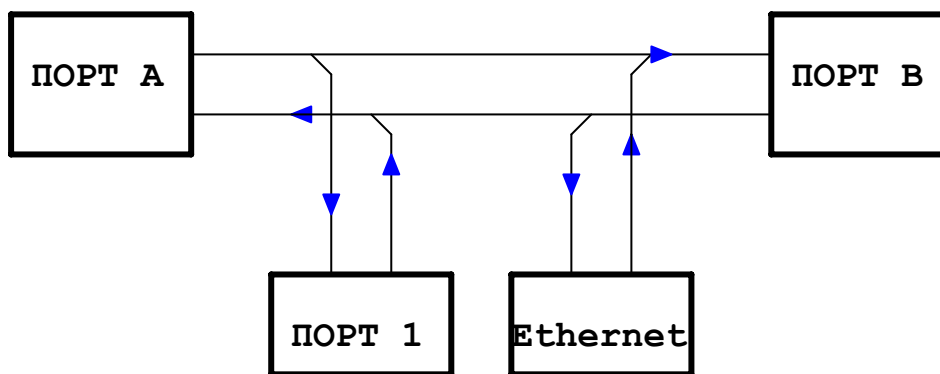

Рис. 22 Вариант схемы коммутации потоков
- в карте назначения порта А задействованы один адресат из 3-х. В этом случае пользователь может выбрать один из оставшихся адресатов и назначить для него карту распределения. Выбор определяется первым назначенным в карте адресом. Попытки использовать далее другие источники будут блокироваться программно! В мультиплексоре ГМ-2 возможна реализация схемы коммутации показанной на Рис. 22. В такой схеме задан кросс-коннект между портами А и В, часть потока Порта А коммутируется в цифровой порт 1, а часть потока Порта В коммутируется в другой цифровой порт, в примере – в порт Ethernet. Число цифровых портов для портов А и В может быть от одного до трех.
На Рис.22 показана типовая схема построения сети между двумя офисами. Через порты В соединены учрежденческие АТС, а через порты А осуществляется транспортировка каналов через кабельную сеть Е1. Предположим, пользователь арендует у провайдера кабельной сети ограниченное число тайм-слотов. Часть тайм-слотов (например первые 6) используется для транспортировки телефонных каналов. Следующие 2 тайм-слота задействованы для соединения сегментов локальных сетей Ethernet. Кроме того, необходимо сохранить сигнализацию по телефонным каналом в 16-м тайм-слоте. Для того, чтобы получить плотное, без пустых тайм-слотов размещение каналов, требуется переставить 16 тайм-слот приемника порта В в позицию 9 кадра передатчика порта А. В этом случае для транспортировки данных по сети Е1 можно арендовать 9 первых тайм-слотов в кадре.